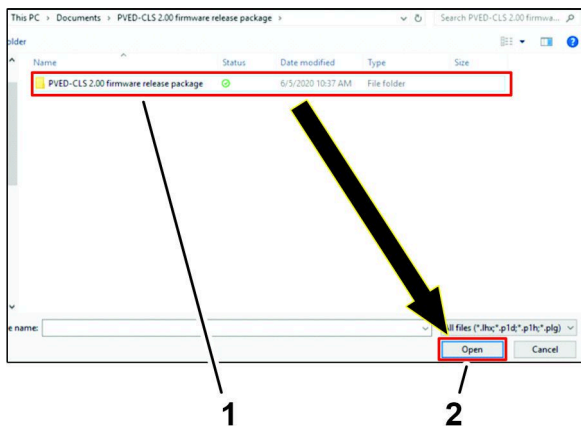

図 55
3. PVED-CLS 2.00ファームウェアリリースパッケージフォルダーをクリックし、開くアイコン (図 55) をクリックする。